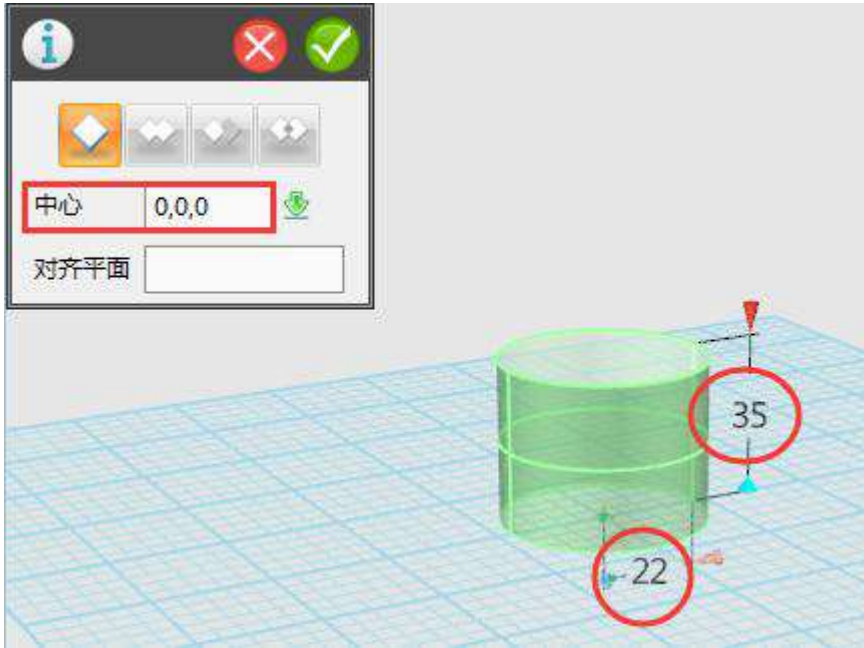

图 1-1
Step 1 选择圆柱体  圆柱体，在网格上创建一个半径为 22，高为 35 的圆柱体，中心点设置为 (0, 0, 0)，如下图 1-1 所示：